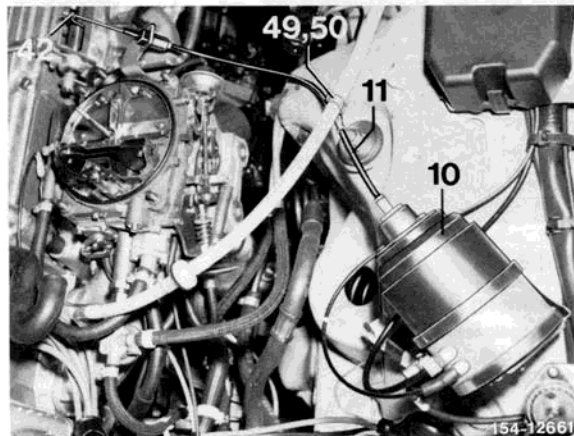

Bild 4
11 Seilzug (11) vom Regelgerät (10) zur Regulierung verlegen und einhängen. Anschließend mit den Teilen (49 und 50) befestigen (Bild 4).